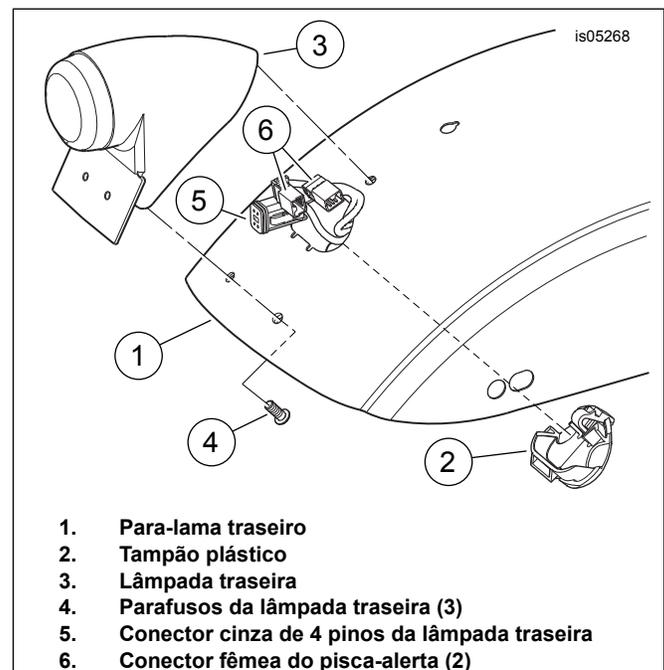

Figura 1. Conexões das luzes traseiras
4. **Para os modelos 2009 a 2012.** Veja Figura 1. Remova o tampão plástico (2) do furo de acesso à lâmpada traseira sob o para-lama traseiro (1).